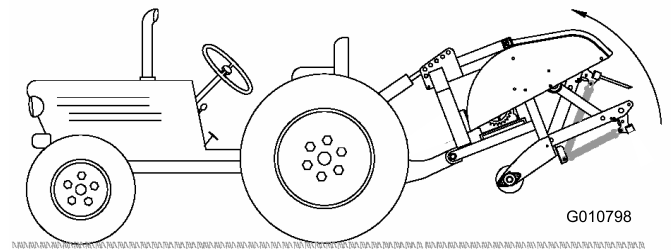

图11
2. 完全升起打孔机，并完全缩回液压顶部连杆油缸或上连杆（图11）。